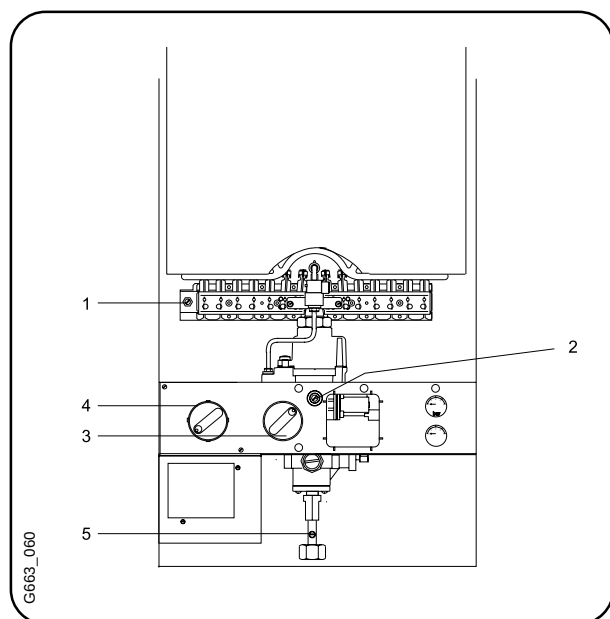

Fig. 11
1. Retirer la plaque de protection (pos. 2, fig. 11) qui se trouve sur le vis de réglage du gaz.
2. Ouvrir la vis (pos. 1, fig. 11), et brancher le manomètre.
4. Mettre l'interrupteur (pos. 4, fig. 11) à pos. "7".
5. Voir tableau 2 pag. 11, chapitre "Transformation de type de gaz", la pression du brûleur indiquée pour "max." mbar. Régler la pression du brûleur en utilisant la vis de réglage de gaz (pos. 2, fig. 11), à gauche (plus gaz), à droite (moins gaz).
6. Fermer le robinet gaz, enlever le manomètre et visser la vis (pos. 1, fig. 11).
7. Dévissez la vis (pos. 5, fig. 11), branchez le manomètre au raccord de mesure.
8. Ouvrez le robinet d'admission de gaz et mettez la chaudière en marche. Mettez l'interrupteur à gaz (pos. 4, fig. 11) sur la position "7".
11. Fermez le robinet gaz, enlever le manomètre et bien visser la vis (pos. 5, fig. 11).
12. Enlever le couvercle scellé (pos. 2, fig. 11) située au-dessus des vis de réglage.
1. Enlevez la protection scellée (pos. 2, fig. 11), située au-dessus des vis de réglage.
3. Mettez l'interrupteur (pos. 4, fig. 11) sur la pos. "7".
4. Voir sur le tableau du débit maximum (l/min.). Régler le débit de gaz en fonction de la vérification sur le compteur volumétrique et par action de la vis (pos. 2, fig. 11). À gauche plus et à droite moins de gaz.
6. Dévisser la vis (pos. 5, fig. 11), et brancher le manomètre.
8. Pression de raccordement nécessaire pour gaz naturel de 18 à 25 mbar. Avec des pressions de raccordement différentes, voir méthode de réglage par pression du brûleur, chapitre 6.1. Fermer le robinet d'admission de gaz, enlever le manomètre et bien visser la vis (pos. 5, fig. 11).
11. Fermer le robinet gaz, retirer le manomètre et bien visser la vis (pos. 5, fig. 11).